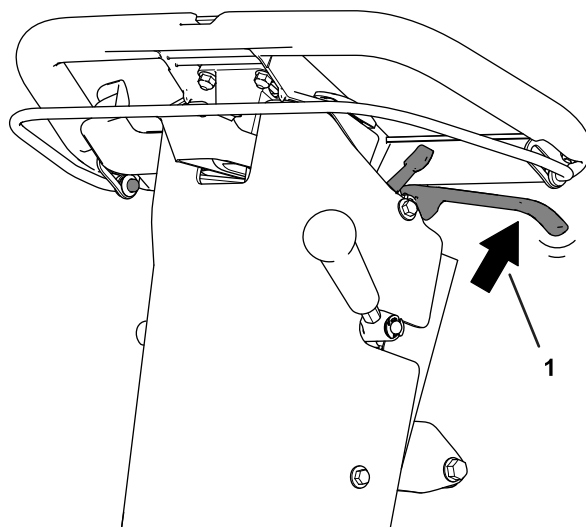

Figura 24
2. Usando una balanza de muelle, presione hacia atrás la palanca del freno de servicio (Figura 24).